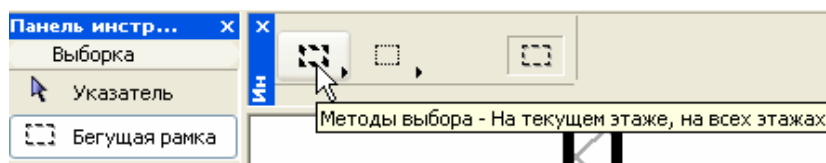
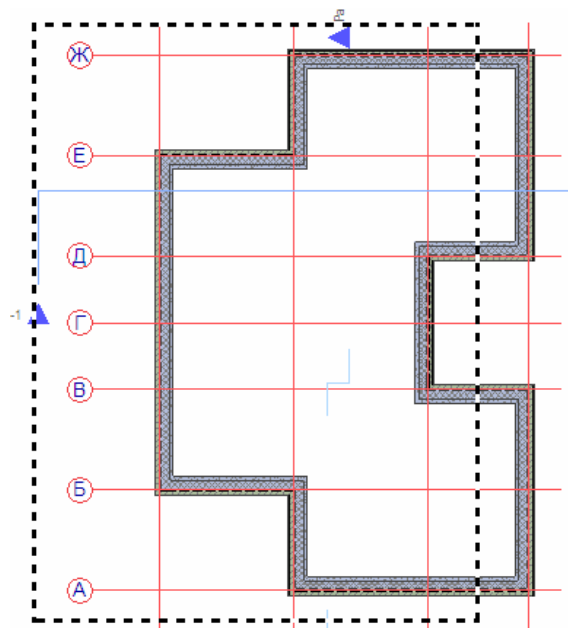

Рис. 55
Рис. 56
4. Активируйте инструмент **Бегущая рамка** (рис. 55) и убедитесь, что в информационном табло установлен метод выбора **На всех этажах**. Начертите толстую бегущую рамку так, как она показана на рис. 56, чтобы увидеть внутреннее пространство первого этажа.